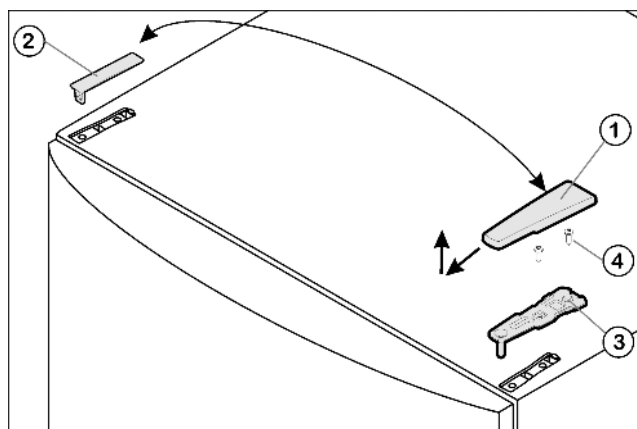

Fig. 4
- ▶ Потяните крышку Fig. 4 (1) вперед и вверх.
- ▶ Снимите крышку Fig. 4 (2).
- ▶ Открутите верхний опорный кронштейн Fig. 4 (3) (2 шт. Torx® 25) Fig. 4 (4) и вытяните вверх.
- ▶ Установите верхний опорный кронштейн Fig. 4 (3) на новой стороне шарнира и защелкните в дверце.
- ▶ Привинтите верхний опорный кронштейн (с моментом 4 Нм)(2 шт. Torx® 25) Fig. 4 (4). При необходимости сделайте отверстия или используйте аккумуляторную отвертку.
- ▶ Наденьте и защелкните крышку Fig. 4 (1) и крышку Fig. 4 (2) на противоположной стороне снаружи.